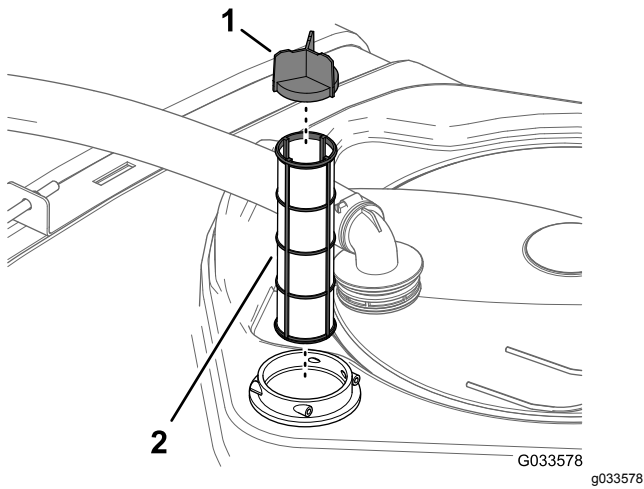

Figure 96
4. Sortez l'ancien filtre d'aspiration de son logement dans le réservoir (Figure 96).